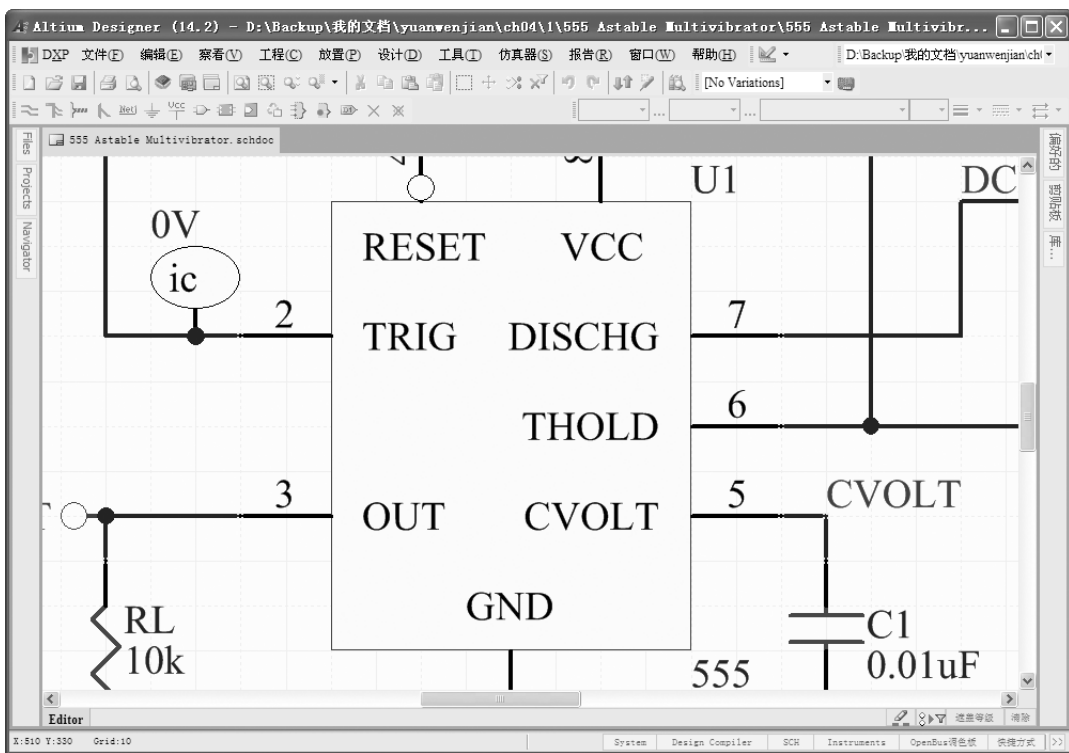

图 4-4 区域放大
3) 区域：该命令是把指定的区域放大到整个窗口中。在启动该命令后，要用鼠标拖出一个区域，这个区域就是指定要放大的区域，如图 4-4 所示。